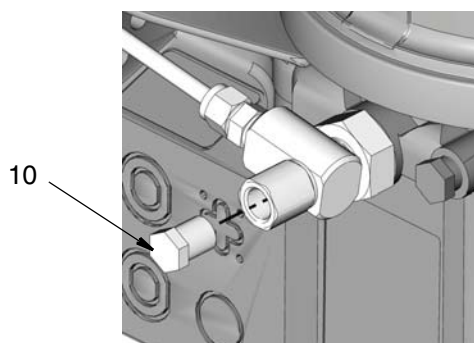
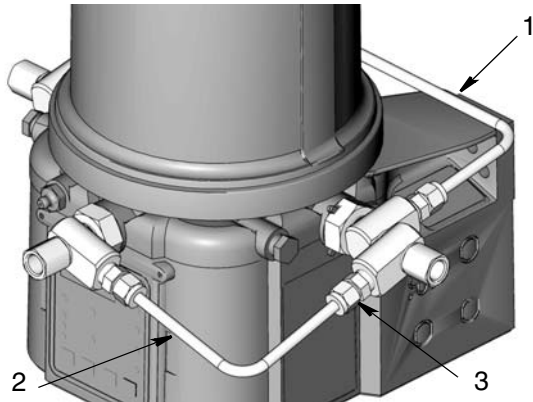

ABB. 6
ABB. 9
11. Ziehen Sie die Rohrmuttern (3) mit einem Schraubenschlüssel an.
12. Ziehen Sie die Hohlschrauben (6) an den einzelnen Positionen mit 45,7 N•m (35 ft. lb) fest.
13. Tragen Sie Gewindedichtmittel auf das Gewinde des Stopfens (10) auf. Setzen Sie den Stopfen auf den nicht benutzten Auslass (ABB. 6).
11. Installieren Sie das Rohr (1) (mit zwei Krümmungen) an der Rückseite zwischen dem Doppelringstück auf der rechten Seite der G3-Pumpe und dem Ringstück auf der linken Seite der G3-Pumpe (von vorne gesehen), wie in ABB. 9 gezeigt.
12. Installieren Sie das Rohr (2) (mit einer Krümmung) zwischen dem Doppelringstück auf der rechten Seite der G3-Pumpe und dem Ringstück auf der Vorderseite der G3-Pumpe (von vorne gesehen), wie in ABB. 9 gezeigt. Zum Anbringen dieses Rohres muss das Ringstück möglicherweise gelockert werden.
13. Ziehen Sie die Rohrmutter (3) mit einem Schraubenschlüssel an.
15. Tragen Sie Gewindedichtmittel auf das Gewinde des Stopfens (10) auf. Setzen Sie Stopfen auf nicht benutzte Auslässe (ABB. 6).